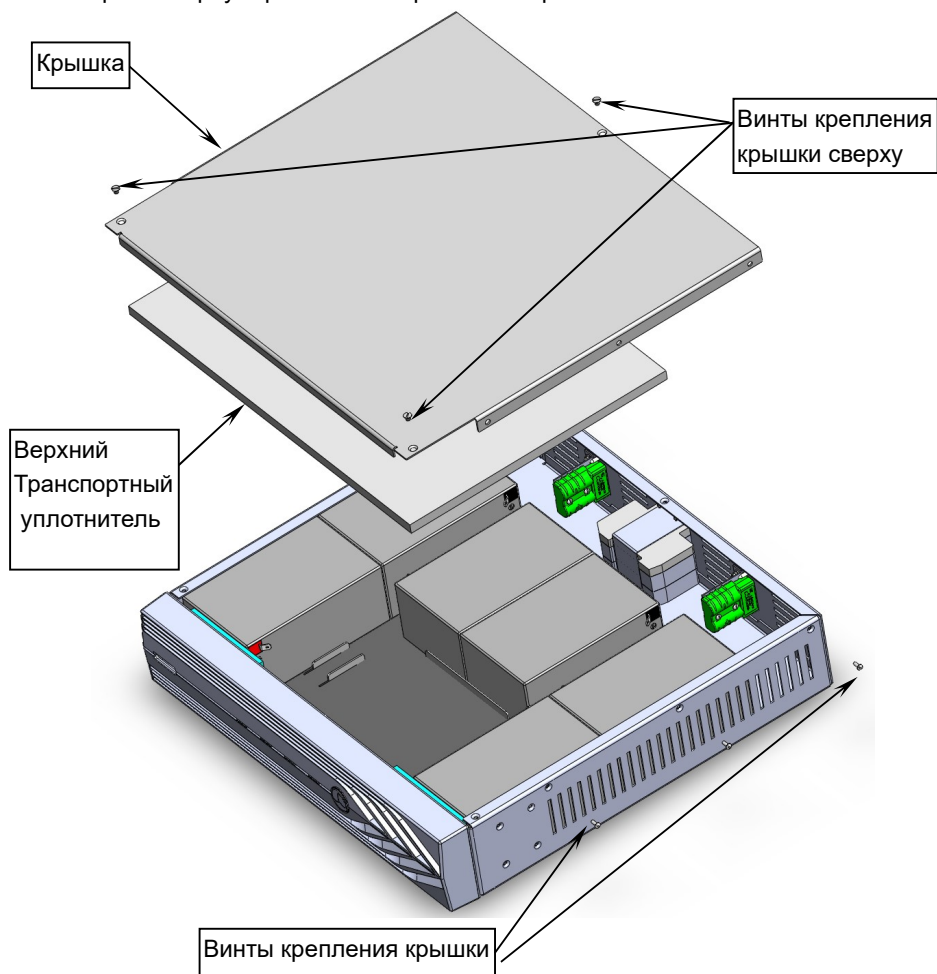
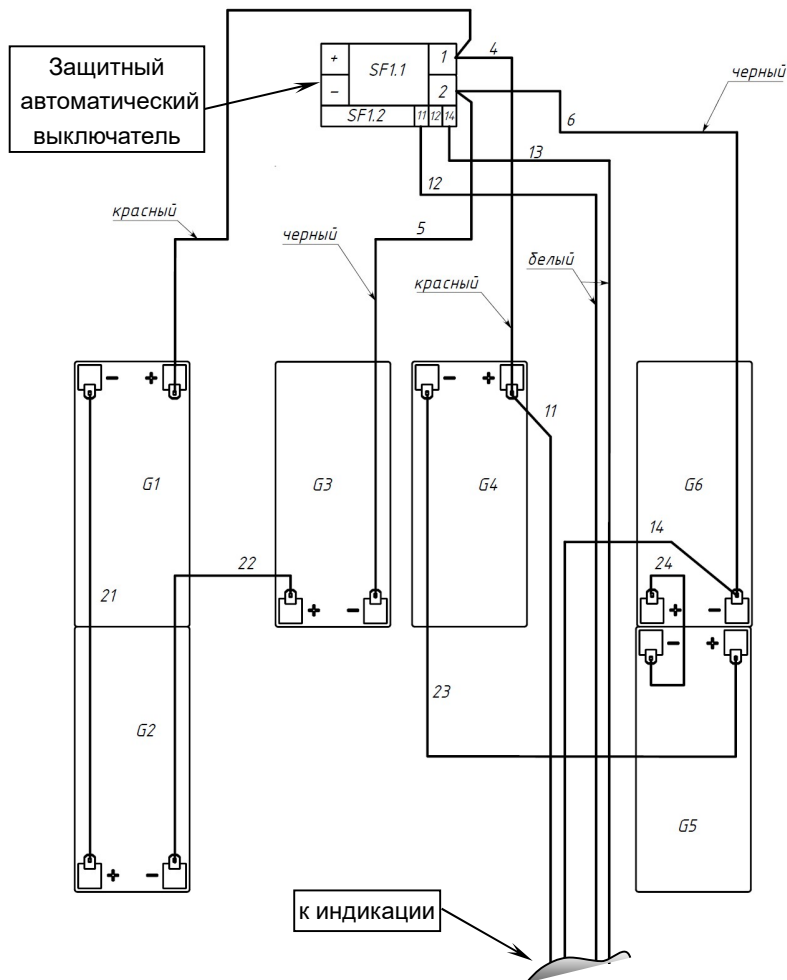

Рисунок 6 — Замена аккумуляторных батарей.
Рисунок 7 — Схема соединений аккумуляторных батарей
Замена аккумуляторных батарей производится в следующей последовательности (см. рисунок 6 и рисунок 7):
- установите новые батареи и подключите к их клеммам перемычки АКБ в соответствии со схемой соединений (см. рисунок 7), строго соблюдая полярность;